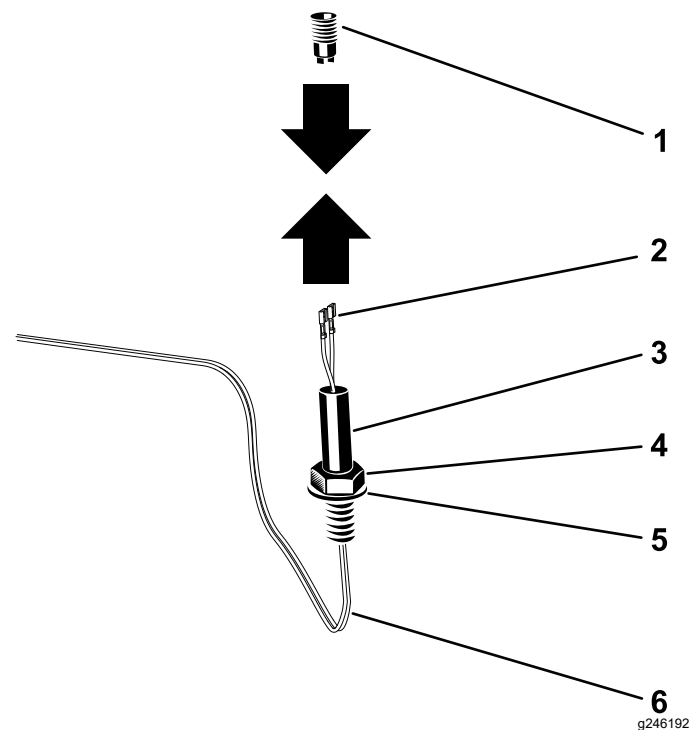

Figura 6
3. Disponete il cablaggio preassemblato attraverso il dado, la rondella e l'attacco della luce di segnalazione. Collegate i terminali al connettore della luce di segnalazione (Figura 6).